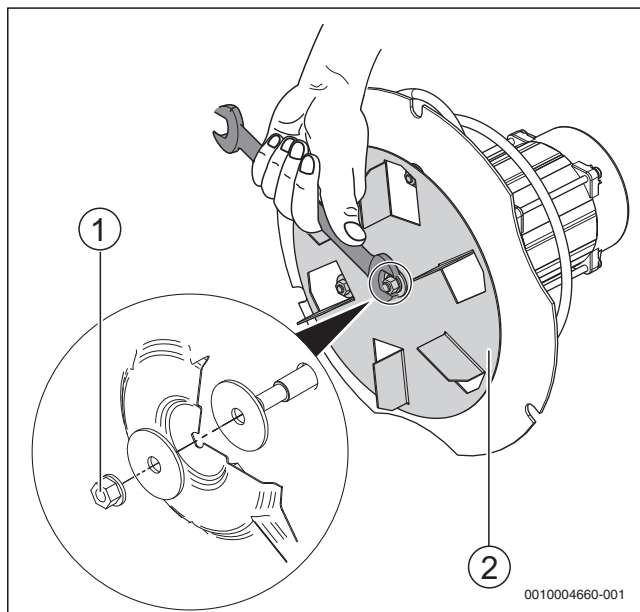

Рис. 39 Проверка посадки крыльчатки вентилятора
- ▶ Проверьте посадку крыльчатки (→ рис. 39, [2]) и при необходимости подтяните центральную гайку (**левая резьба**) [1] 10-миллиметровым гаечным ключом. Центральная гайка затягивается вращением влево.